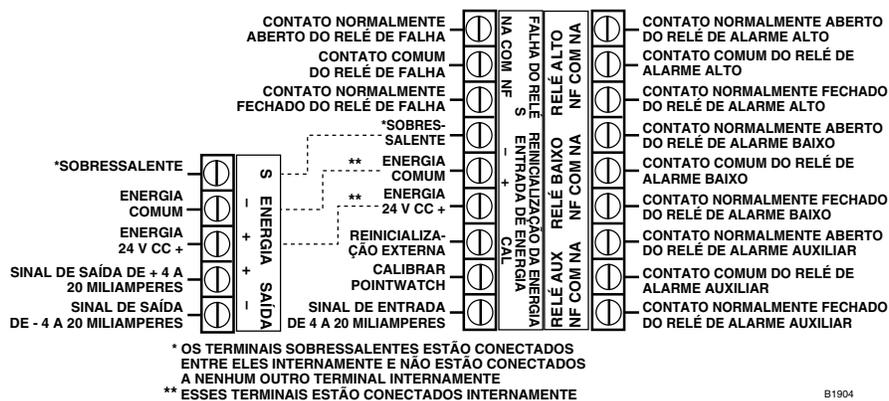

Figura 4 — Terminais de cabeamento de campo, Transmissor com relés
- Figura 4 — Terminal de cabeamento de campo com opção de relé